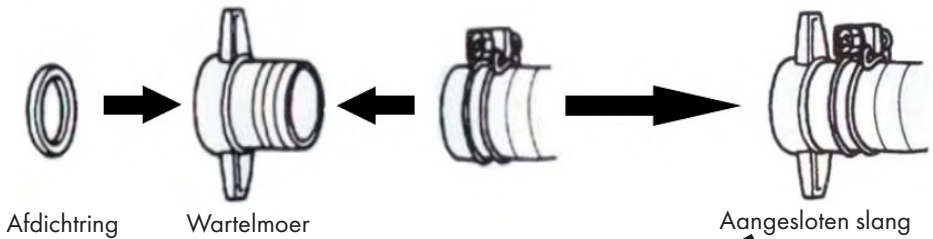

Figuur 3
- Bevestig de rubberen voetjes aan de onderkant van het frame zoals getoond in Figuur 3 en zet ze vast met de moeren.